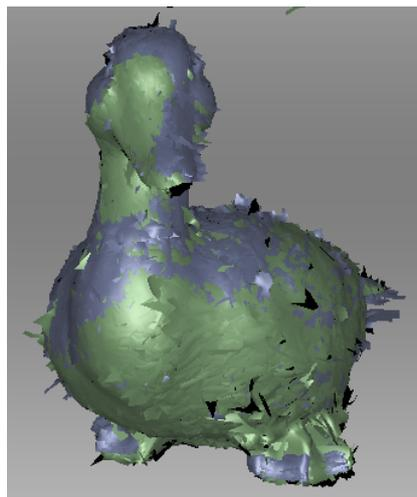

Abbildung 70: Ergebnis der „Ziehen“-Ausrichtung
3. Zum Bestätigen der Ausrichtung den/die Mauskopf/-Knöpfe und die `Shift`-Taste loslassen, dann auf `click Anwenden` klicken. Zu beachten ist, dass Scans, die registriert werden, nicht automatisch in den Satz registrierter Scans ● (siehe Abb. 70) übernommen werden. Dies kann, wie in Scan-Status ändern beschrieben, manuell erfolgen.